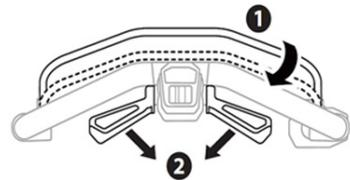

Рис. 16
2. Постоянно придерживайте рукоятку управления тормозом (1) (Рис. 16).
3. Нажмите рычаг регулировки скорости (2) (Рис. 16).